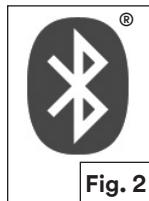

Fig. 2
- Presione el botón - hasta que el indicador del modo GRIND (amolado) o CUT (CORTE) parpadee. A continuación, presione los botones + y - simultáneamente. El indicador TAP (TOCAR) parpadeará junto con el indicador del modo GRIND o CUT seleccionado para ingresar a la función HAPTIC TAP (TOQUE HÁPTICO) (Fig. 1a). El toque háptico quedará activado. Al tocar el protector 3 veces rápidamente, el filtro de soldadura cambiará entre el modo GRIND o CUT seleccionado y el número de tono de soldadura seleccionado (Fig. 2). El indicador TAP parpadeará al tocar. Toque a un ritmo moderado hasta que parpadee